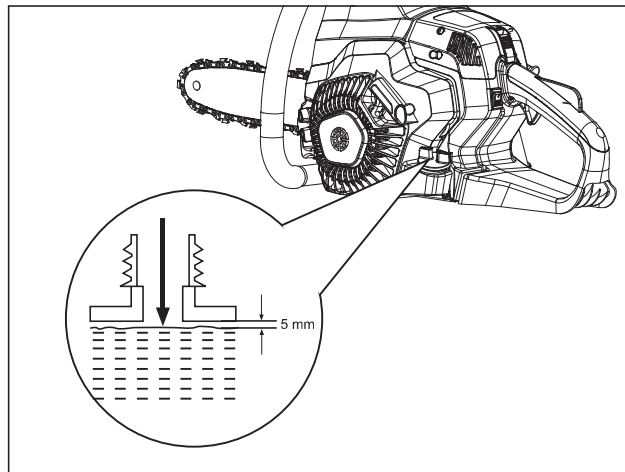

Fig. 3
2. No llene por encima del límite y deje un espacio de 0.20 pul. (5 mm) aproximadamente entre la parte superior del aceite y el borde interno del depósito para permitir la expansión (Fig. 3).